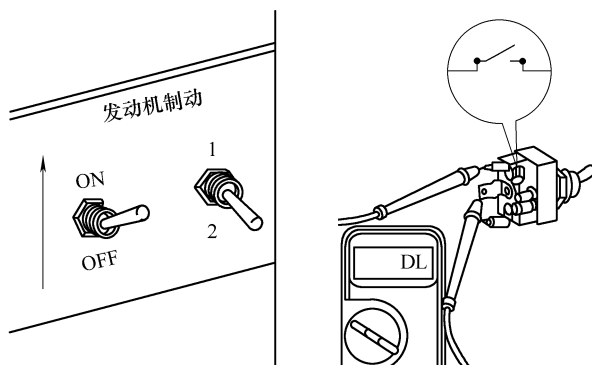

图 5-84 开关在 2 位置, 测量开路电阻
③ 将开关处于 2 号位置, 测量端子间的电阻(图 5-84), 万用表应显示开路, 电阻大于 $100k\Omega$ 。如果不能显示正确电阻值, 说明开关存在故障, 应进行维修。